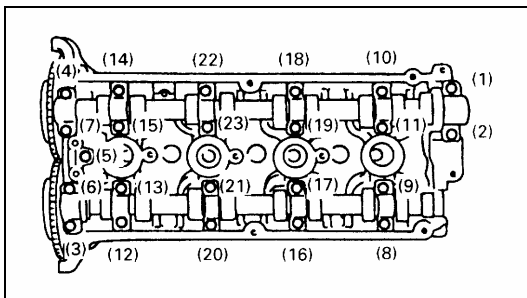

Рис. 4-46.
- 4). Снять болт крышки подшипника распределительного вала в последовательности, показанной на Рис. 4-46.